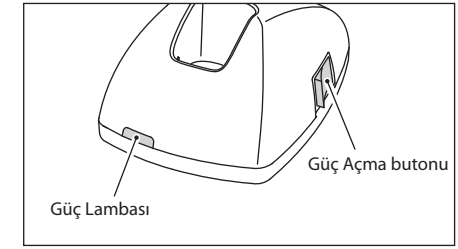

Fig. 5
3. Güç düğmesini açınız. Aynı anda güç lambasının yandığından emin olunuz. (Fig. 5)